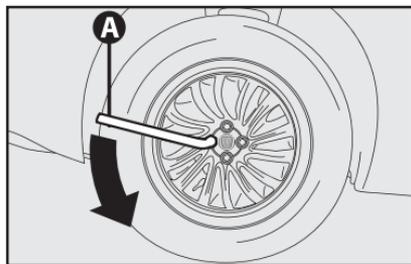

fig. 5
1) Afloje una vuelta aproximadamente los tornillos de fijación de la rueda que va a cambiar **A-fig. 5**.